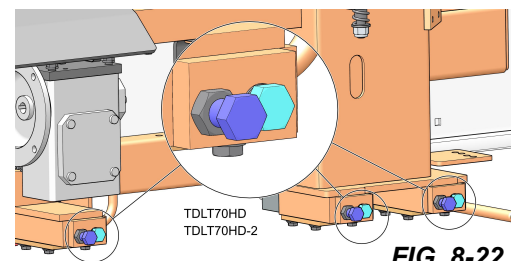

FIG. 8-22
4. Extraiga el perno de tope y la contratuerca. See FIG. 8-22.
5. Para ajustar la inclinación del cabezal de la sierra, use los pernos situados en la parte inferior del mástil del cabezal de la sierra/los rodillos. See FIG. 8-22.